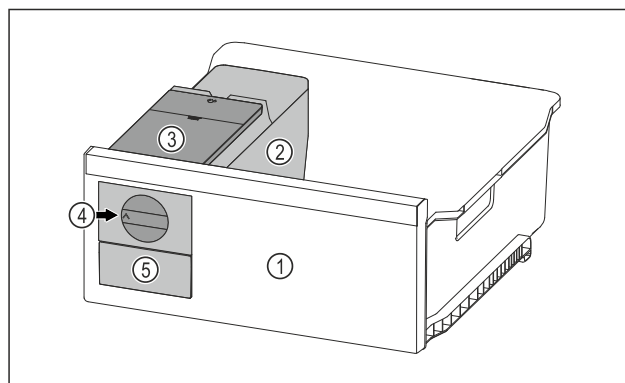

Fig. 120 例图
- ▶ 将旋钮 Fig. 120 (4) 顺时针转动到底。
- ▶ 冰块从方块冰盘落入冰块抽屉 Fig. 120 (5) 中。